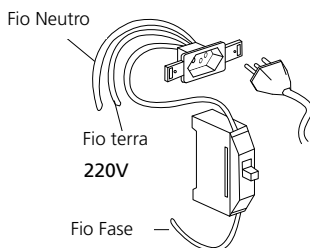

Fig. 10
- Utilizar um disjuntor termomagnético monopolar de 16 A no fio fase, se o sistema elétrico 220 V, de sua residência, for de uma fase mais neutro (fig. 10). Devido a norma de segurança, recomendamos a utilização do dispositivo de proteção interruptor diferencial residual (DR, $I_n=25$ A, $I_n(\text{sensibilidade})=30$ mA)